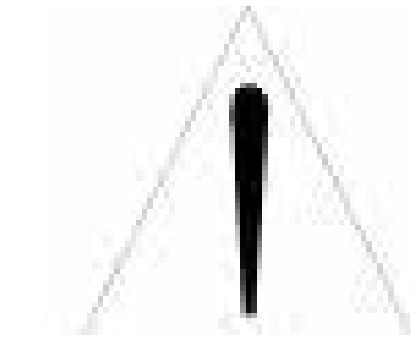

Bild 4.18 - Der Motor wird in die horizontale Lage gewendet
4. Die Nichtantriebsseite (das erste Paar Transportösen) langsam ablegen und mit einer 2. Hebevorrichtung um den Motor zu wenden, anheben. Siehe Bild 4.18. Dieses Verfahren sollte langsam und vorsichtig ausgeführt werden;